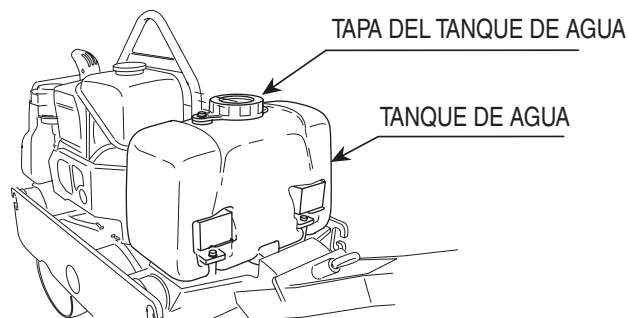

Figura 6. Revisión del tanque de agua
1. Revise el tanque de agua para ver si está lleno. Agregue agua si es necesario. El tanque de agua tiene una capacidad de aproximadamente 40 litros (10 galones). Consulte la Figura 6.